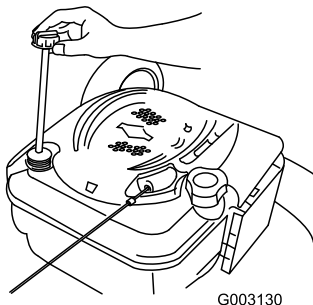

Bild 42
- Ziehen Sie den Peilstab heraus (Bild 42).